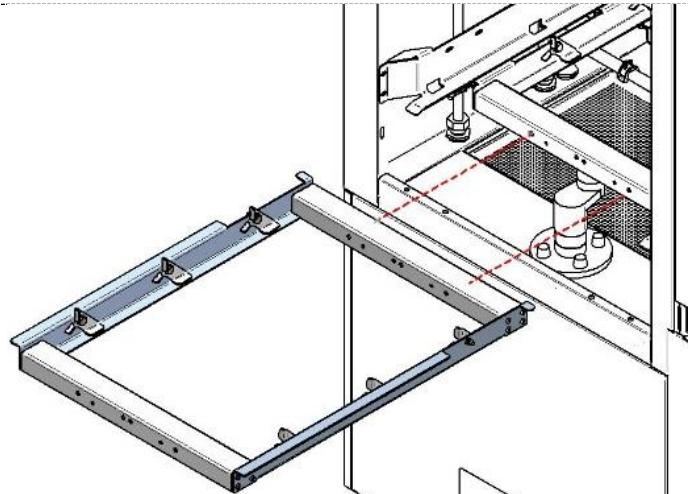

Imagen 5.- Amarre del carro de arrastre del secado
- Amarrar el carro de arrastre del túnel de secado al del lavavajillas. Utilizar para ello los tornillos, tuercas y arandelas M6 que se suministran en la dotación. Es muy importante que los carros de arrastre estén alineados entre sí. *Ver imagen 5.*